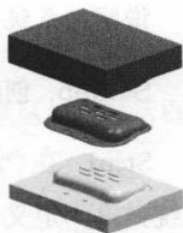

图 1.19 移动型芯
(2) 选择 **移动对象** 单选项，沿 Z 轴负方向移动 100，单击 **确定** 按钮，移动结果如图 1.19 所示。